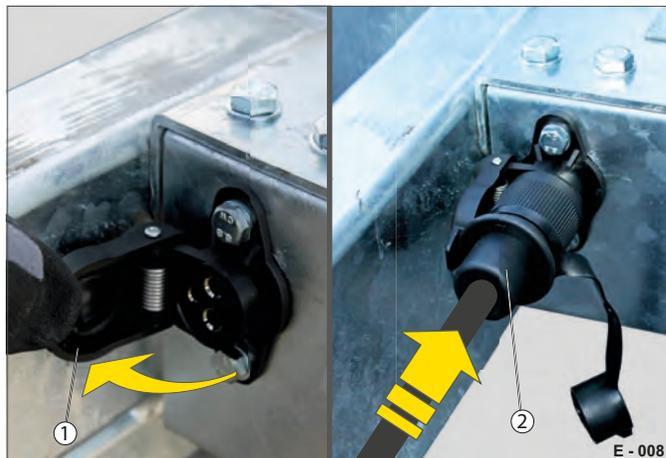

Fig. 8 Branchement du connecteur de charge
La batterie est facile à charger, soit directement avec un chargeur pour véhicule adéquat connecté aux pôles, soit avec un connecteur de charge (Fig. 8 /2).
- ▶ Retirez le cache (Fig. 8 /1).
- ▶ Branchez le connecteur (Fig. 8 /2).